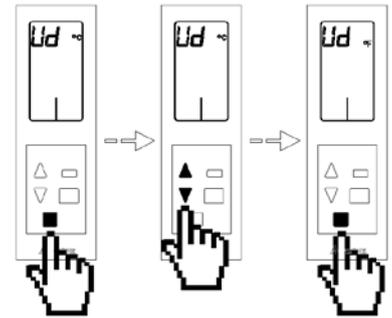

Fig. 117
- Unidades de medida del sistema *Ud*:** En este menú podemos definir la unidad de medida del sistema, pudiendo elegir entre grados Celsius $^{\circ}\text{C}$ o grados Fahrenheit $^{\circ}\text{F}$. Para modificar el valor pulse en el botón de confirmación , el valor configurado se pondrá a parpadear, esto indica que podemos modificar el valor. Utilice las flechas   para seleccionar el valor. Una vez seleccionado el valor deseado pulse el botón de confirmación . (Fig. 117)
Si desea salir del menú pulse el botón salir  para volver al menú anterior. (Fig. 117)